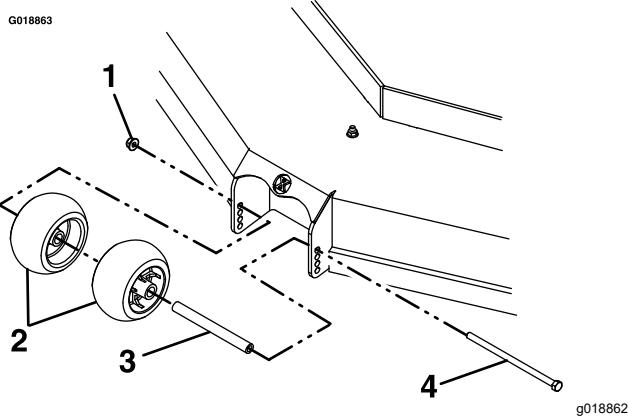

Figura 31
6. Apriete la tuerca nyloc (3/8") a 41–47 N·m (30 – 35 pies-libra), como se muestra en la Figura 31.